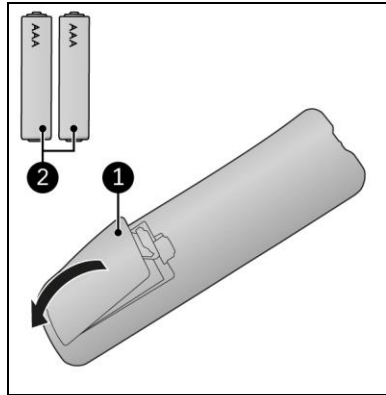

Figure 14
1. Retirez le couvercle (figure 14, pos. 1).
3. Insérez deux piles (AAA 1,5 V) (figure 14, pos. 2) comme indiqué dans le compartiment à piles. Veillez à insérer les piles correctement.